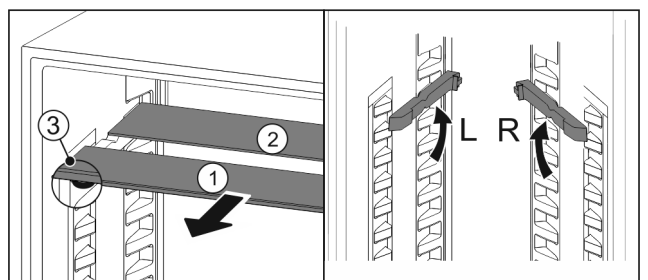

Fig. 67
- ▶ Tõmmake Fig. 67 (1) klaasplaadid üksikult ettepoole välja.
- ▷ Iluliist klaasplaat Fig. 67 (1) asub ees.
- ▷ Pidurid Fig. 67 (3) on suunatud allapoole.